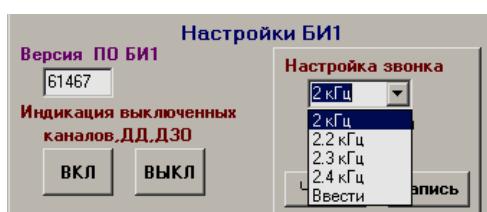
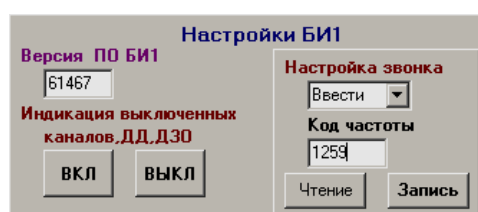

Рисунок 7.40
Рисунок 7.41
Выбрать значение параметра «Настройка звонка» из списка (рисунок 7.40). При выборе значения «Ввести» (рисунок 7.41) с помощью клавиатуры ввести значение параметра «Код частоты». Нажать на кнопку «Запись». При успешном выполнении операции параметры звонка изменятся.
- БИ1 **Модель 1** (рисунок 7.40) может подключаться к ПЭВМ либо через Порт 1 («USB»), либо через Порт 2 (RS-485 «АВЭ»);